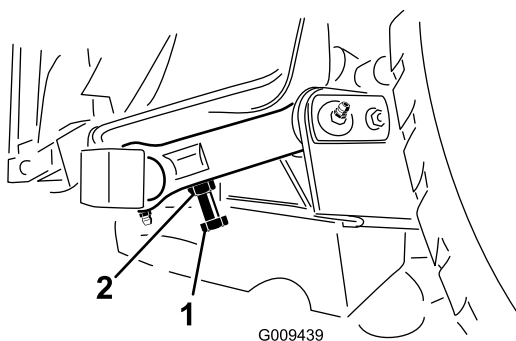

**Рисунок 28**
Чтобы обеспечить правильную работу режущего блока, должен быть зазор от 10 до 16 мм между концами ножей боковой и средней дек газонокосилки (Рисунок 28).
2. Поверните средний и прилегающий боковой нож так, чтобы концы ножей были совмещены. Измерьте расстояние между концами ножей (Рисунок 28).